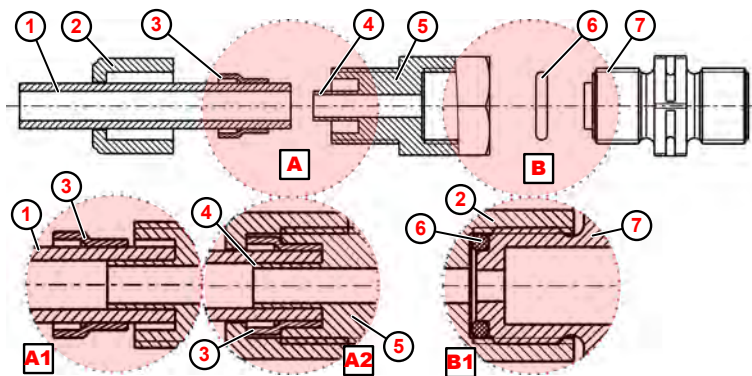

Abb. 7: Rohr- und Schlauchanschluss mit integrierter Stützhülse
1. O-Ring ( Abb. 7 , ⑥ ) in Nut von Saug-, bzw. Druckventil ⑦ legen.
2. Aufschraubverschraubung ⑤ festziehen (Detail B1).
3. Schlauch ① gerade abschneiden.
4. Überwurfmutter ② über Schlauch ① schieben.
5. Klemmring ③ über Schlauch ① schieben.
6. Schlauch ① bis zum Anschlag auf Stützhülse ④ schieben (Detail: A1).
7. Aufschraubverschraubung ⑤ festziehen (Detail A2).